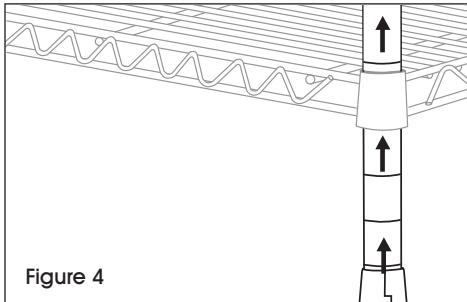

Figure 4
2. Insérez le montant par le dessous de la tablette jusqu'à ce que la tablette glisse fermement sur les supports. (Voir figure 4)